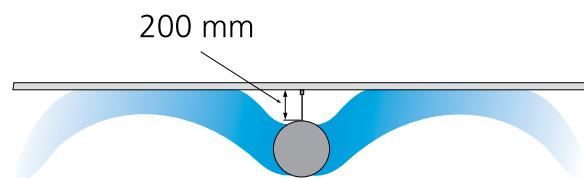

Рис. 1. 2-стороннее распределение
Каждый диск может поворачиваться на 360°, создавая бесконечное число вариантов горизонтального и вертикального распределения воздуха, что не влияет на расход воздуха, уровень шума или перепад давления. IBIS можно размещать в углу между потолком и стеной, при этом задние диски направляются вверх и расход воздуха сохраняется. См. рис. 1, 2 и 3- примеры.
- Секция воздуховода IBIS (1) лежит на полу. Болт М8 (2) вставляется в паз продольного профиля (3) примерно на 100 мм от конца. То же с другого конца.
- Болты прочно зажимаются в профиле длинными гайками (4). Шпилька (5) желаемой длины закручивается в длинную гайку.
- Z- профиль (6) крепится болтами к потолку.
- IBIS (1) подвешивается к Z- профилям (6) и монтируется к воздуховоду приточного воздуха системы (7) прилагаемыми стандартными манжетами (8).
- Регулировка секций по высоте и горизонтали производится гайками (9). Прилагаемые белые пластиковые гильзы (15) надеваются на шпильки.
- Прилагаемая специальная манжета (10) вставляется в смонтированную секцию (1).
- Направляющая (11) вставляется в свободный конец секции.
- Для монтажа следующей секции (12) необходимо повторить все шаги, но теперь нужен только один болт, т.к. один конец секции крепится к уже установленной секции манжетой. Манжета (10) крепится саморезами к секциям.
- Монтаж неактивных секций IBIS D (14) производится аналогично монтажу активных секций.
- При поставке заглушка (13) поставляется установленной на первой секции. Заглушка должна быть переставлена на последнюю секцию, если общая длина активной секции превышает 1500 мм, см. рис. 1.